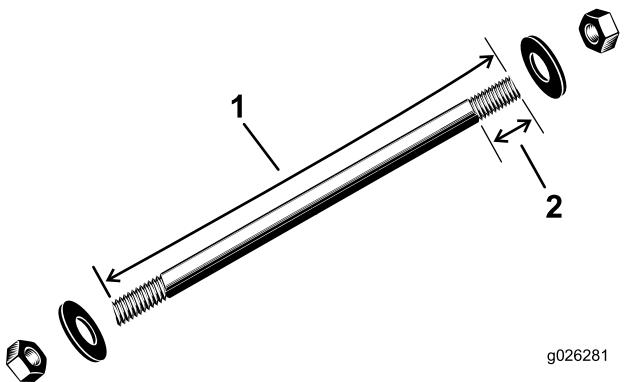
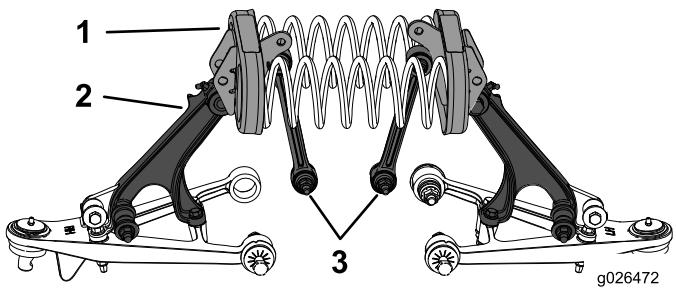

図 17
図 18
1. 図 17 に掲載されている圧縮スプリング用工具を使って、圧縮スプリングロッドを各スプリングクレードルの穴に通す図 18。